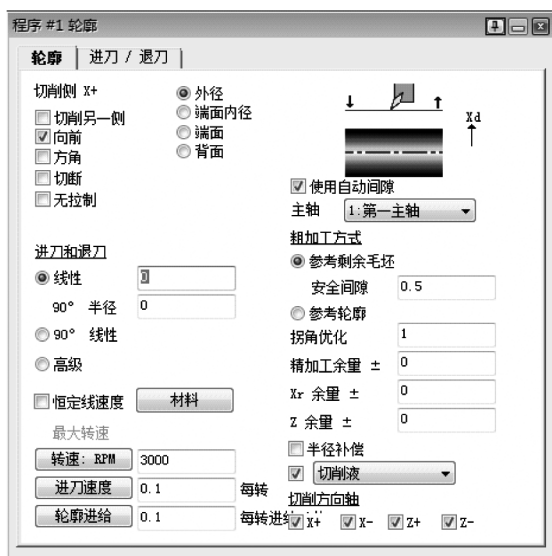

图 7-15 轮廓车削程序
9) 用#12 刀具创建如图 7-15 所示的轮廓车削程序。